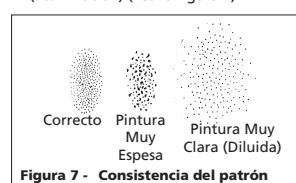

Figura 7 - Consistencia del patrón (Atomización)
Rocié patrones de prueba en un pedazo de cartón con la pistola a 8 pulgadas (20,3 cm) de la superficie. Oprima el gatillo para hacer rociados cortos de un segundo, y haga ajustes con esta perilla hasta que el patrón de rociado tenga la forma oval deseada y el material se distribuya uniformemente sobre la superficie, sin puntos gruesos o delgados. El patrón debe quedar rebajado en los bordes (vea la figura 7).
- Con la pistola a 8 pulgadas (20,3 cm) de la superficie, oprima el gatillo por un segundo, mientras gira la perilla de control del fluido en sentido contrario a las agujas del reloj. Observe el patrón de rociado en la superficie y ajuste la perilla de control del fluido hasta obtener el patrón deseado (atomización) (vea la figura 7).